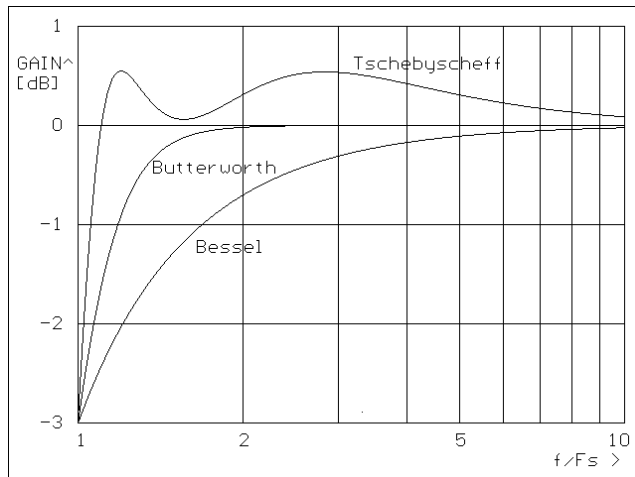

Abb. 9 - Amplitudengang Durchlassbereich
1. Man setzt im Durchlassbereich einen in der Anwendung tolerierbaren Amplitudenfehler fest und liest die zugehörige normierte Frequenz in Abb. 9 von der x-Achse ab.